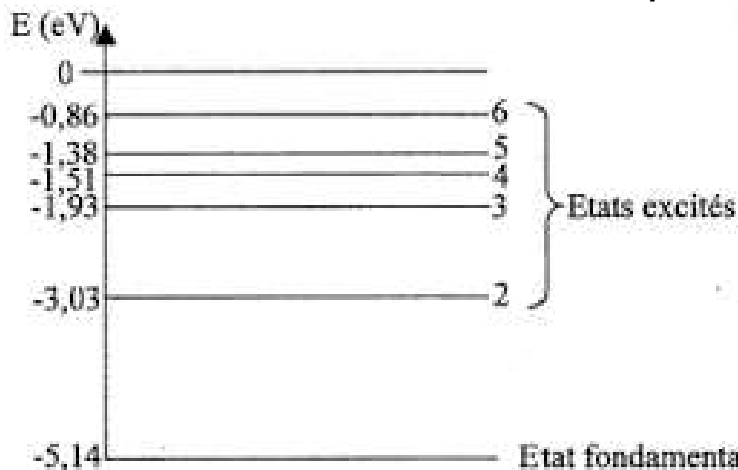

Figure 4 : Diagramme des niveaux d'énergie du sodium
11. Déterminer quelle transition entre niveaux d'énergie du sodium représentés **figure 4** a lieu lors de l'émission de la raie jaune du sodium, de longueur d'onde $\lambda = 589,0$ nm dans le vide.